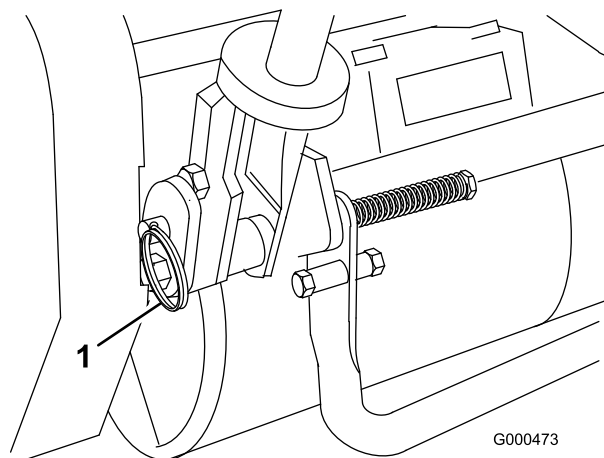

図 8
1. 機体左右のリング・ピンからヘアピン・コッターを抜き取る(図 8)。
2. ハンドルを支えながら、左右のリング・ピンを抜き、ハンドルを希望の高さにセットする(図 8)。